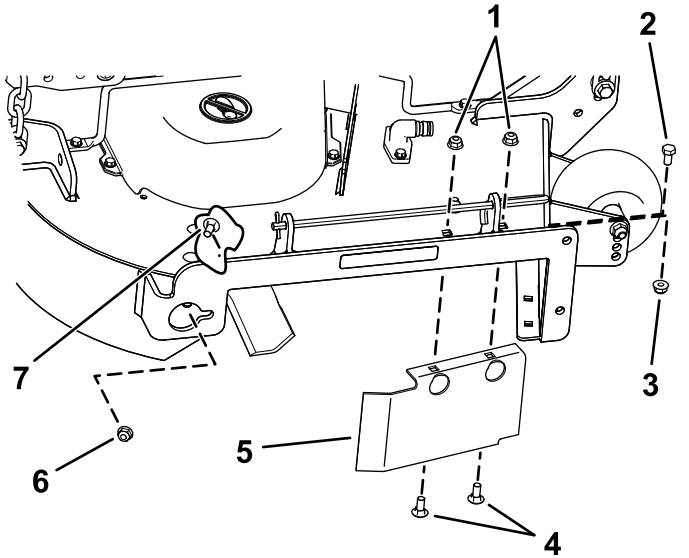

Figura 36
8. Remova o parafuso de carroçaria (5/16 pol. x ¾ pol.) e porca de bloqueio (5/16 pol.) na parede lateral da plataforma do cortador que prende o abafador à plataforma (Figura 36).
9. Localize o resguardo do abafador na extremidade frontal da abertura de descarga lateral (Figura 36).
10. Remova as fixações que prendem o resguardo do abafador e abafador direito à plataforma do cortador (Figura 36).